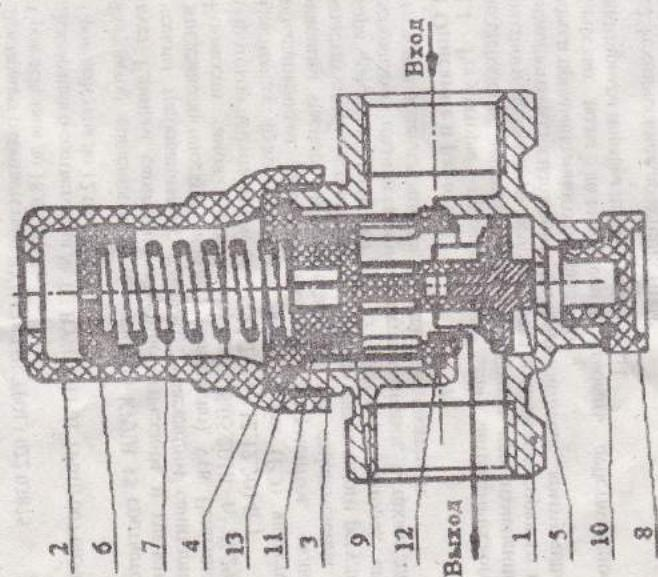

Рис. 1 Регулятор давления воды квартириный КРДВ 15
- снять сетку-фильтр (9) и промыть ее до полного удаления осадка, при необходимости использовать кисть;
- установить сетку-фильтр на место, вставить блок регулировки в корпус регулятора (1), при этом уплотнительные кольца должны быть установлены согласно рис. 1;
- установить пружину и завернуть крышки на корпус с так, чтобы стакан (4) был поднят и с помощью резинового кольца (13) обеспечивал герметичность регулятора относительно внешней среды.